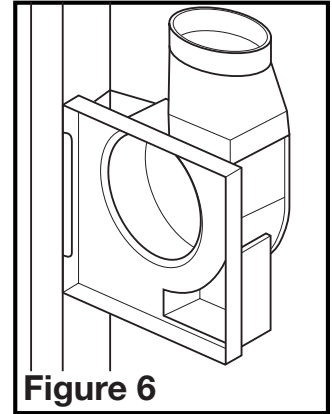

Figure 6
- Verrouillez le corps du ventilateur dans le support, en vous assurant que le collet du conduit est dirigé vers le haut vers le plafond (Figure 6).